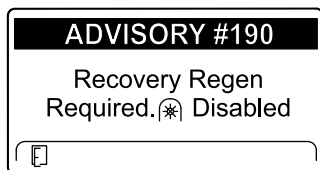

Figura 59
- É necessária uma regeneração de recuperação — tomada de força desativada AVISO N.º 190 (Figura 59)